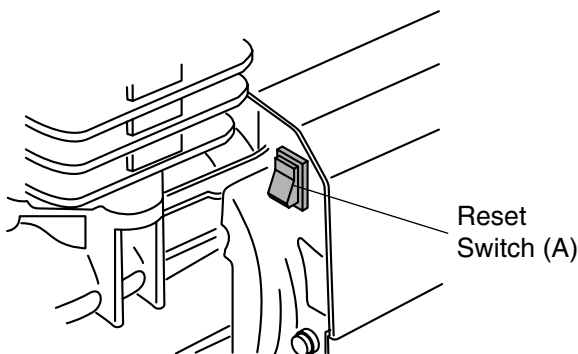

Fig. 6
3. Espere aproximadamente 5 minutos y luego oprima el interruptor (A) de restablecimiento del protector térmico (Véase Fig. 6).